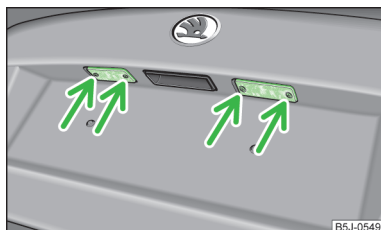

Fig. 164
- Deschideți capota portbagajului și deșurubați apărătoarea din sticlă » fig. 164.